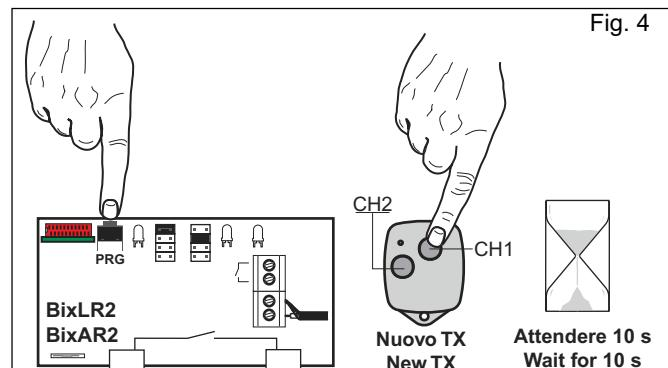

Fig. 4
3. ACTIVATION EMETTEURS (Fig. 4)
3. AKTIVIERUNG DER SENDER (Abb. 4)